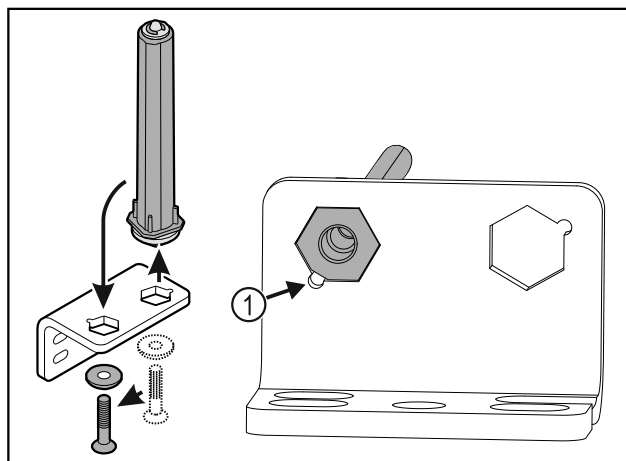

Fig. 15
- ▶ Проследите за тем, чтобы при установке скос пальца Fig. 15 (1) указывал в направлении круглого отверстия.